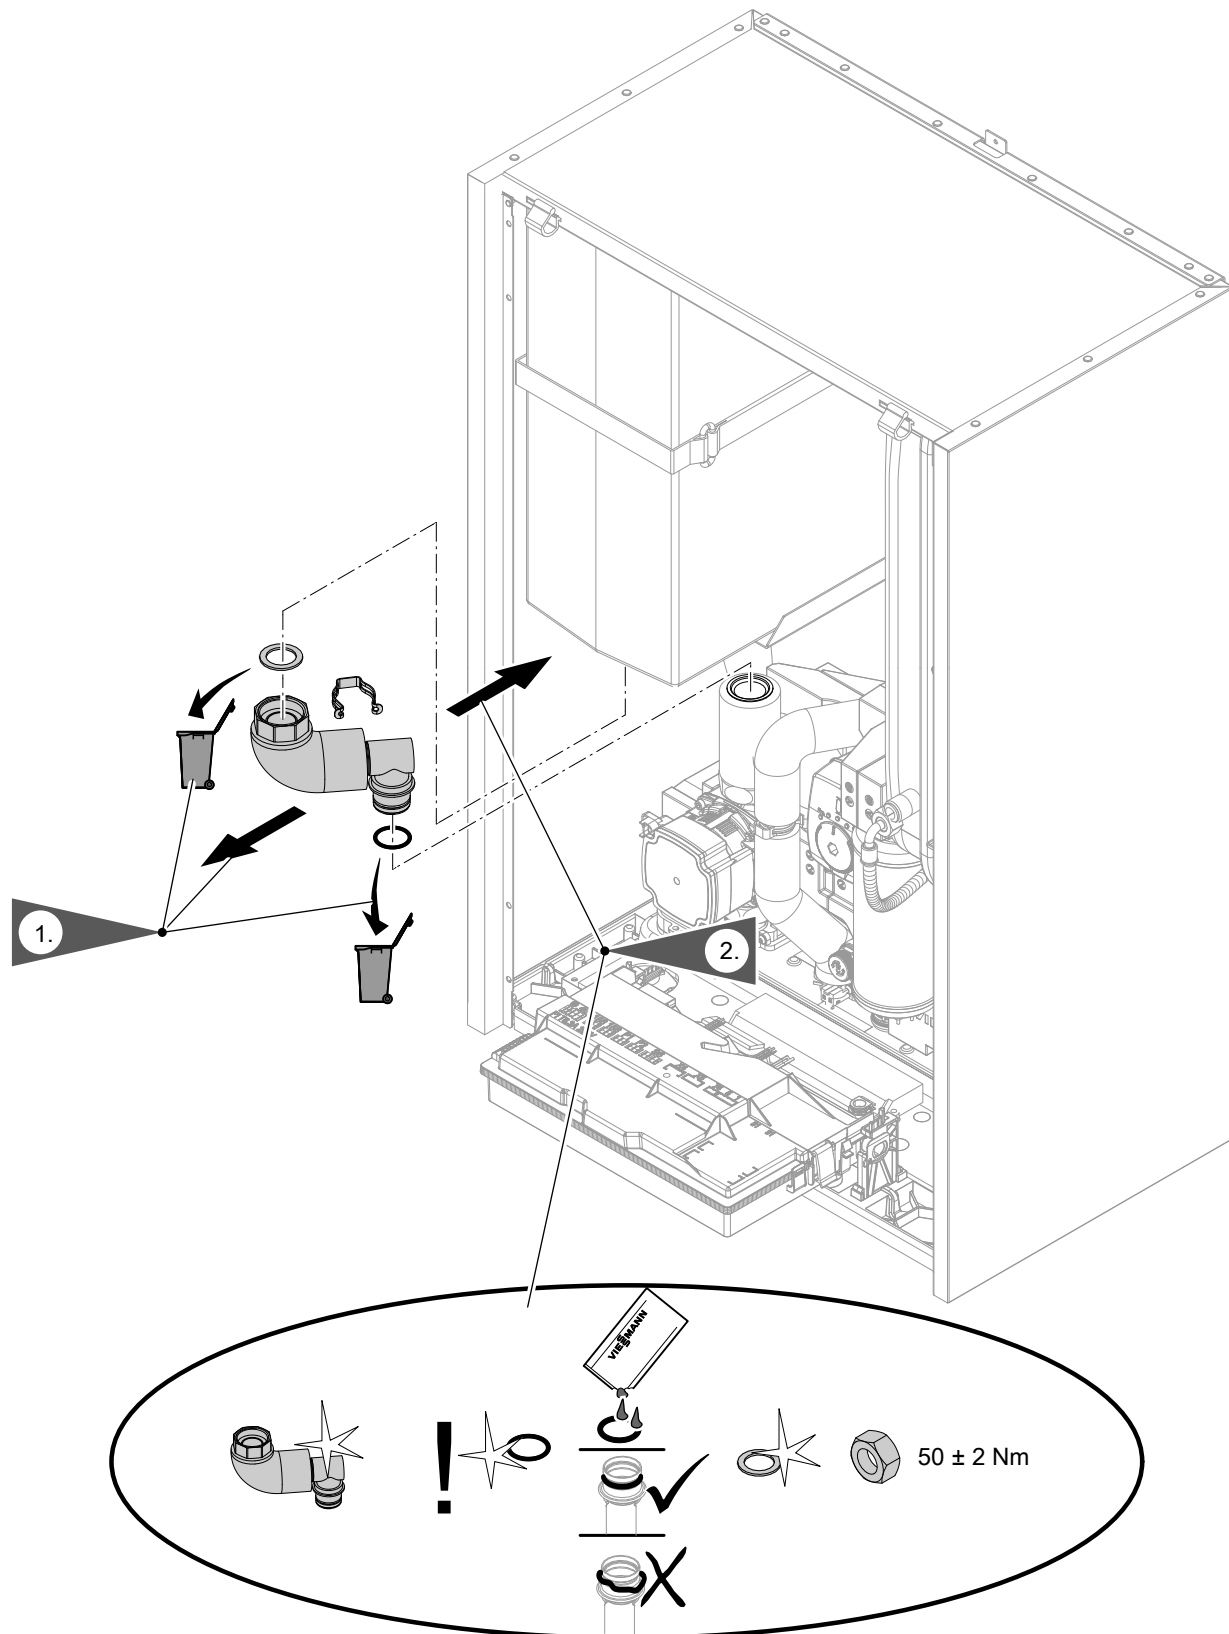
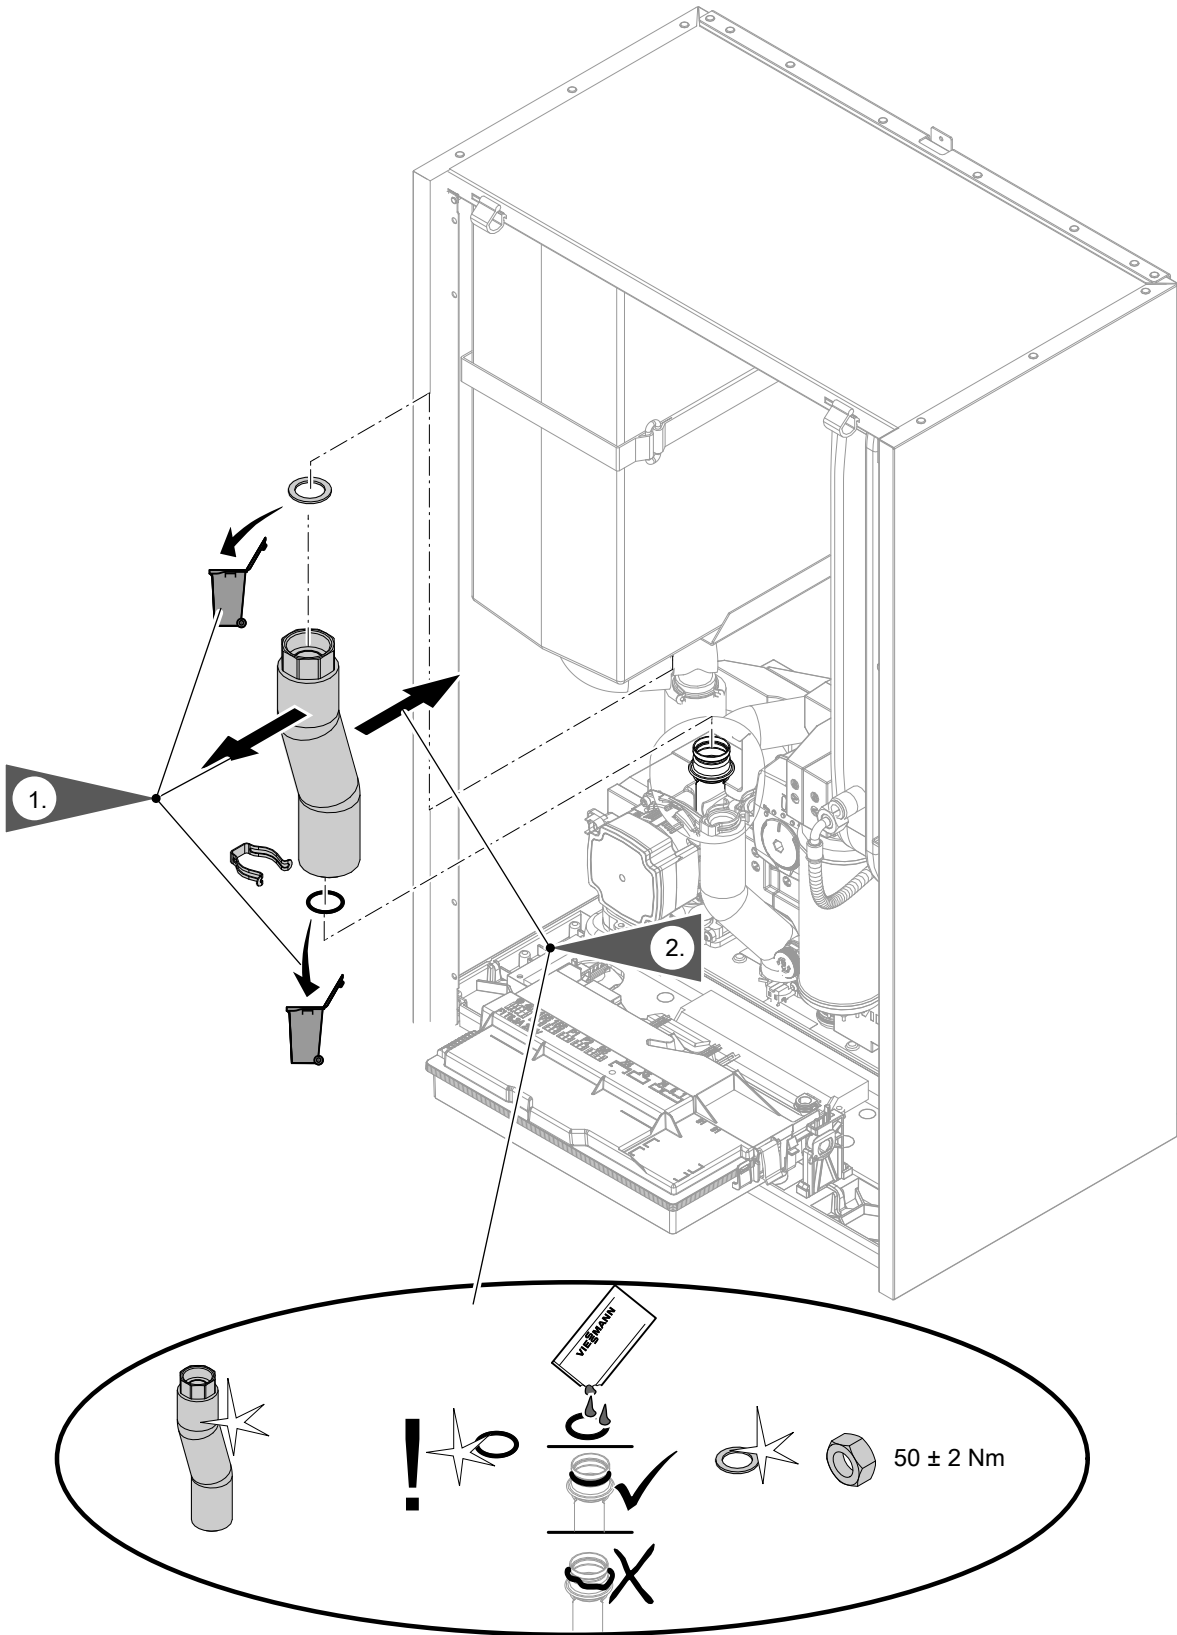

Fig. 85
Fig. 86
- Hydraulic lines: See Fig. 85 to Fig. 86.